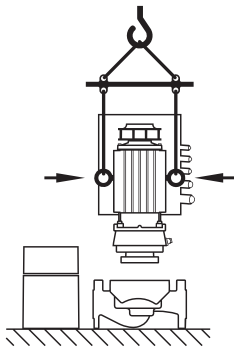

Fig. 9: A motor szállítása
- Ha szükséges, pl. javítás esetén, a szállítógyűrűk a motorkarimáról áthelyezhetők a motorházra (lásd pl.: Fig. 9). A szállítógyűrűk motorházra szerelése előtt csavarozza ki a szállítógyűrűk nyílásaiból a távtartókat (Fig. 7, 20b poz.) (lásd a következő fejezetet: 10.2.1 „A csúszógyűrűs tömítés cseréje” a(z) 51. oldalon).
- Ha a szállítógyűrűket átszereli vagy átszerelte a motorkarimáról a motorházra, használatuk csak a behelyezhető készlet (Fig. 9) emelésére, illetve szállítására engedélyezett, az egész szivattyú szállítására, továbbá a behelyezhető készletnek a szivattyúháztól való különválasztására azonban nem.